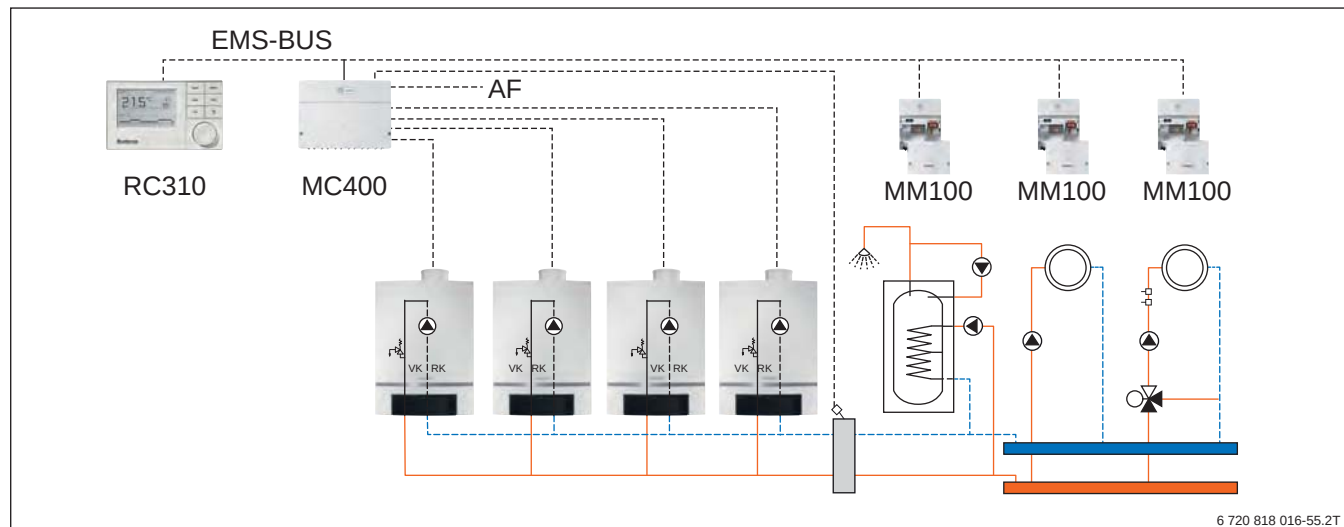

Рис. 85 Каскадний модуль MC400
- Кожен котел EMS (приєднувальна клемма «BUS» та «EMS») окремо з'єднується з модулем MC400 (приєднувальна клемма MC400 «BUS1 ... 4») див. рис. 86, стор. 103. Функціональні модулі та датчики з боку установки встановлюються безпосередньо на модулі MC400, а не на теплогенераторі див. рис. 85, стор. 101.